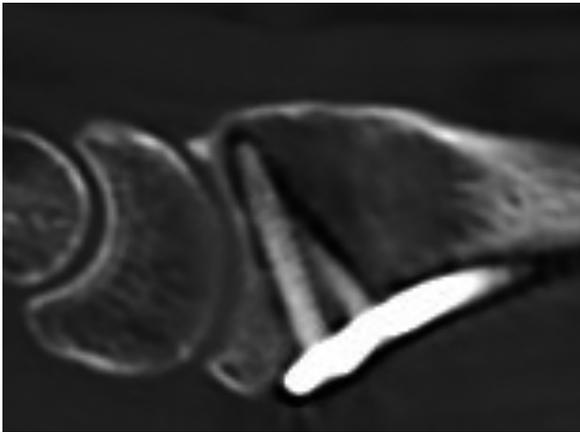
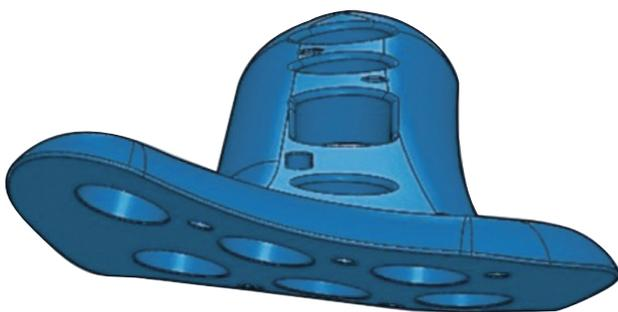

図1a. 月状骨窩でのDSS
図2. 近位に向かって、骨のねじれを付加し平均化骨形状から作成された自由局面
①2列目を固定モードで使用するとDSSが可能(図1a,b)、②茎状突起へのスクリーホールは多軸性なので至適部位へのスクリー挿入が可能、③骨幹部スクリーは 2.7 mm 径であるので小柄な高齢女性に対しても使用可能、④オバールホール以外はロック可能、⑤仮固定のKワイヤーホールが楕円なので設置位置の微調整が可能、⑥日本人橈骨のCT画像解析を基にねじれも考慮した3次元形状になっているため(図2)、骨へのフィットングが良好、といった特徴を有する。